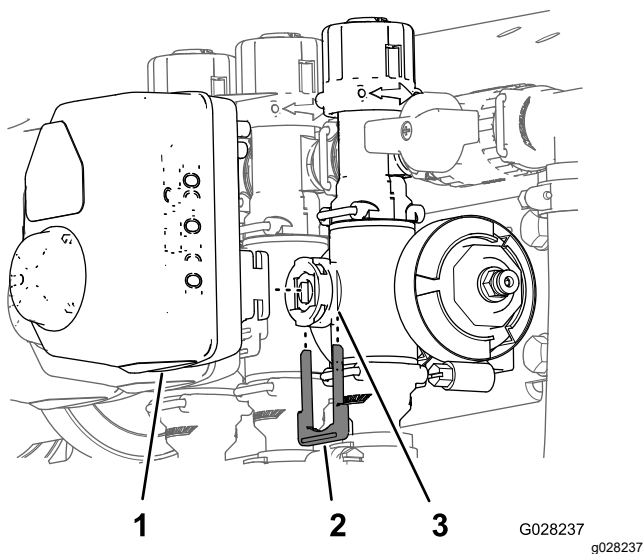

Figure 9
1. Retirez l'étrier qui fixe l'actionneur à la soupape du collecteur pour la vanne de section ou la vanne d'agitation (Figure 9).